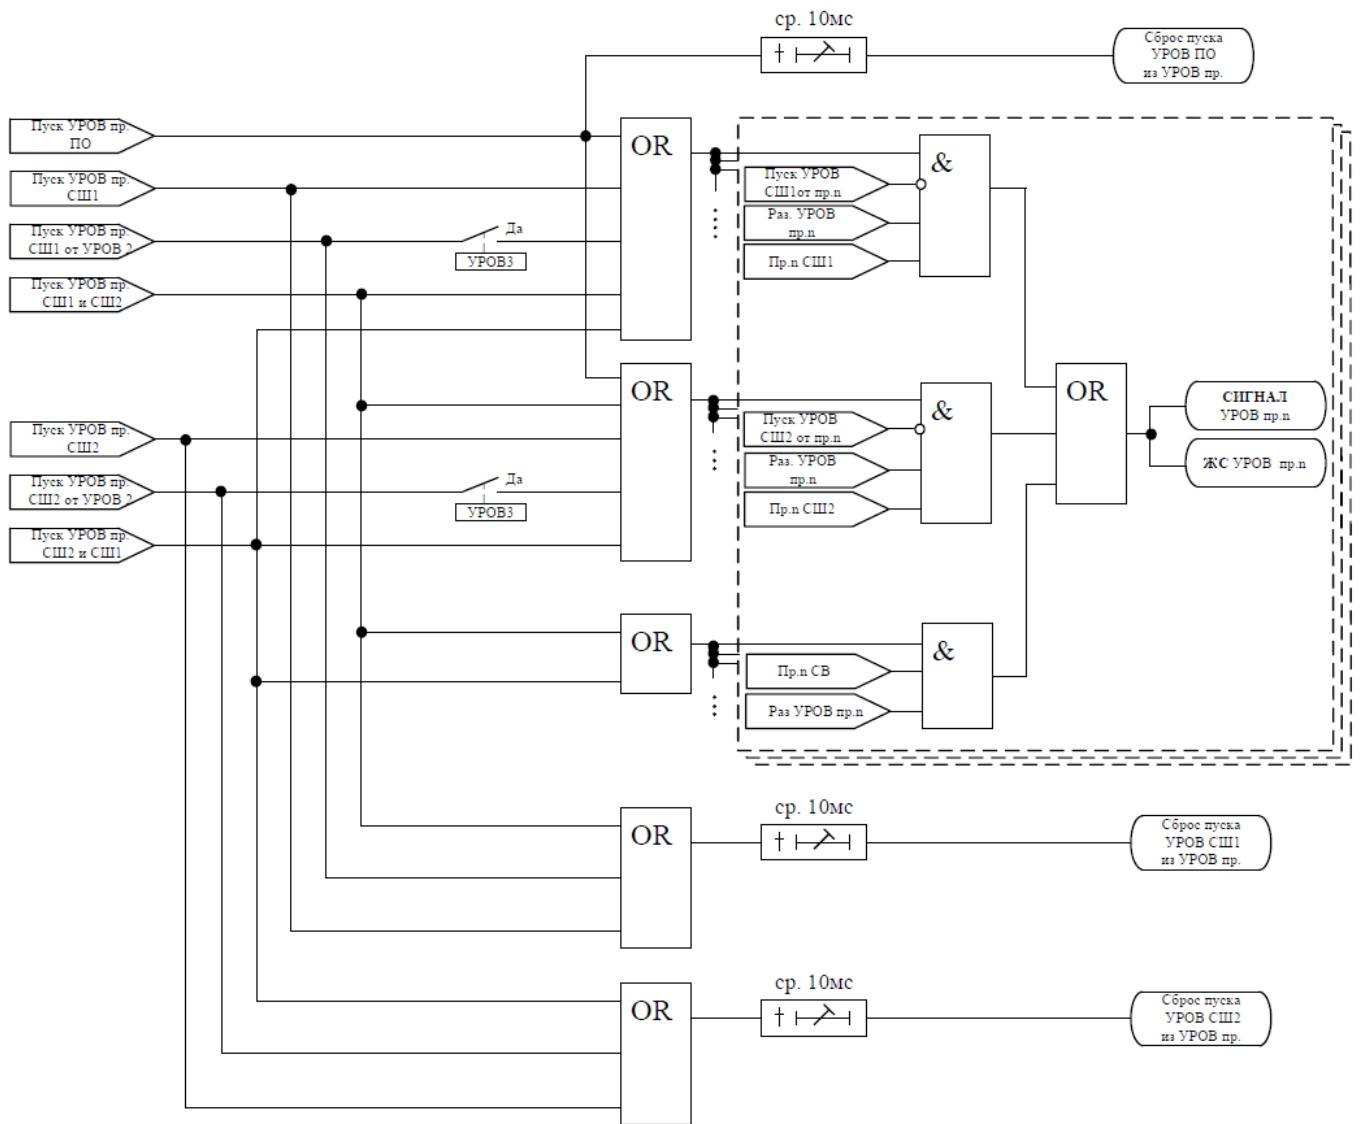

Рисунок 5.28 – Логика формирования УРОВВ присоединения
– пуск УРОВ 3 от УРОВ 1. В этом случае осуществляется пуск УРОВ присоединения СШ1 (СШ2), в дальнейшем эта функция будет воздействовать на вышестоящий выключатель для отключения присоединения СШ1 (СШ2) (рисунок 5.28);
При положении установки «НА СЕБЯ» – «ВЫВЕДЕНО», а установки «УРОВ 3» – «ВВЕДЕНО», запускается таймер на срабатывание **тупров3**, после истечения времени которого сигнал проходит в схему УРОВ присоединений от УРОВ ДЗШ (рисунок 5.28).
- отсутствие сигнала разрешающего УРОВ ПО (рисунок 5.28).